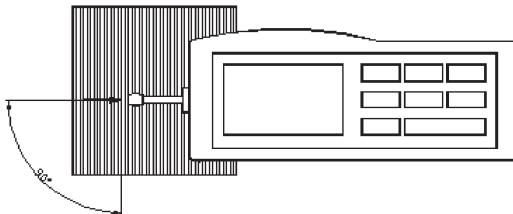

Figura 2-3 Direzione di misura
- Come da Figura 2-3: il tastatore deve essere posizionato in maniera ortogonale rispetto alla superficie da analizzare